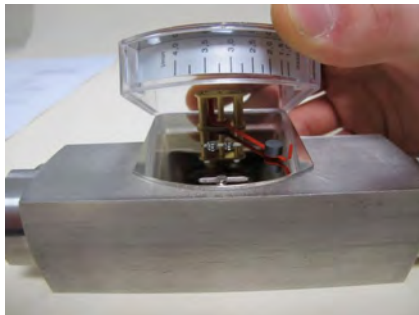

Abb. 38
2. ► Anzeige-Deckelplatte gemeinsam mit Kunststoffgehäuse vorsichtig nach oben von der Anzeige-Bodenplatte abziehen (Abb. 38) und entnehmen. Darauf achten, dass das Zeigerwerk nicht beschädigt wird